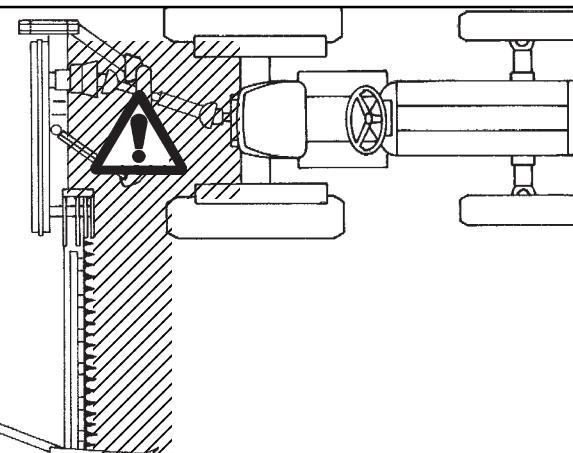

Fig. 5
29) È assolutamente vietato interporsi tra il trattore e l'attrezzatura (Fig. 5) con motore acceso e cardano inserito nonché senza aver azionato il freno di stazionamento ed aver inserito, sotto le ruote, un ceppo o un sasso di bloccaggio.
29) It is absolutely forbidden to stand between the tractor and the implement (Fig. 5) when the engine is running and the cardan shaft is engaged without having first engaged the hand brake and placed a block or stone under the wheels to prevent them from moving.
33) It is absolutely forbidden to stand between the tractor and the implement when manoeuvering the lift control from the outside (Fig. 5).
29) Es ist absolut verboten, bei laufendem Motor und eingeschalteter Gelenkwelle zwischen den Schlepper und das Gerät zu treten (Abb. 5). Dazu muß die Feststellbremse gezogen werden und unter die Räder ein Bremskeil oder ein großer Stein gelegt worden sein.
29) Il est absolument interdit de se mettre entre le tracteur et l'appareil (Fig. 5) quand le moteur est en marche et le cardan enclenché, sans avoir tiré le frein de stationnement et bloqué les roues avec une cale ou un caillou.
29) Está terminantemente prohibido colocarse entre el tractor y el equipo (Fig. 5) con motor encendido y cardán inserido, o sin haber accionado el freno de estacionamiento y de colocar, debajo de las ruedas, una piedra u otro elemento de bloqueo.
- fra il trattore e l'attacco per manovrare il comando dall'esterno per il sollevamento (Fig. 5).
- Schlepper und den Anschluß zu treten, um die Aushebung von außen zu betätigen (Abb. 5).
- relevage de l'extérieur (Fig. 5).
- 33)** Está absolutamente prohibido colocarse entre el tractor y el enganche para maniobrar el mando desde el externo en la fase de elevación (Fig. 5).